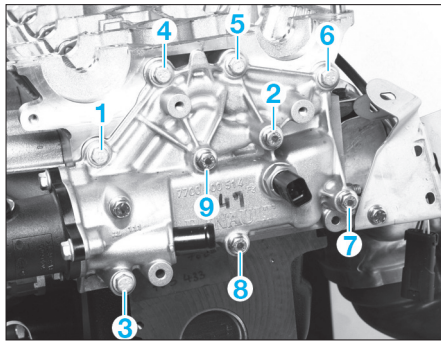

FIG. 35
- Serrer le boîtier de thermostat dans l'ordre et au couple prescrit (fig. 35).